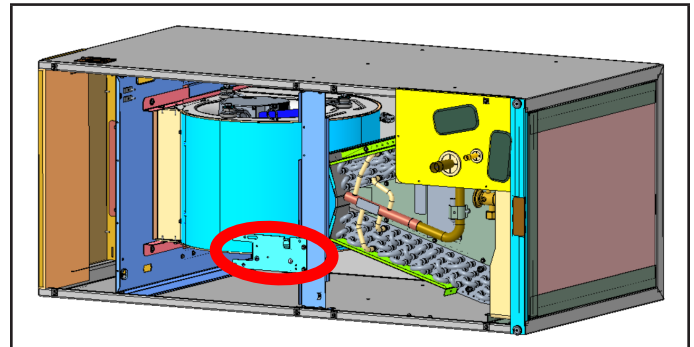

FIGURE 12
- 3 - Une fois le serpentin et le support central réinstallés dans l'unité, les panneaux de l'unité de traitement de l'air étant retirés, installez le support du capteur sur le support central en alignant les trous comme illustré à la FIGURE 12.